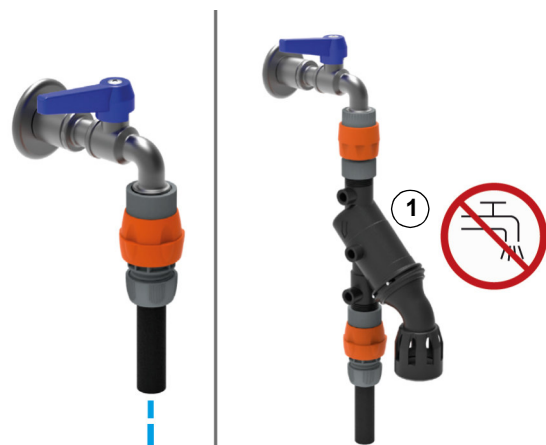

Abb. 8: Wasseranschluss
Schritt 5: Den Hochdruckschlauch vollständig abrollen. Den Wasserhahn öffnen (bei Anschluss an das Trinkwassernetz ist die Verwendung eines Systemtrenners (Pos. 1, Abb. 8; nicht im Lieferumfang) zwingend erforderlich). **ACHTUNG:** Informationen zur Verwendung des Wassersystemtrenners finden Sie in der entsprechenden Gebrauchsanweisung. Der Wassersystemtrenner kann direkt bei der Stürmer Maschinen GmbH oder beim Fachhändler erworben werden (Artikel-Nummer: 7161004)